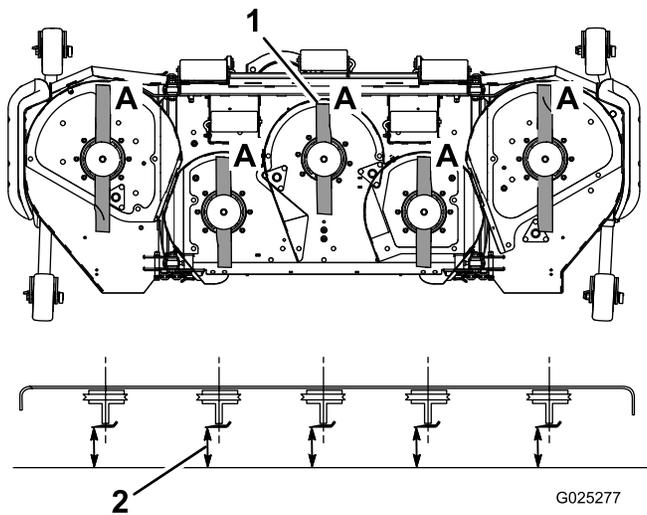

Figura 22
3. Rode as lâminas até as suas extremidades se encontrarem viradas para a frente e para trás (Figura 22). Meça desde uma superfície nivelada até à extremidade de corte, posição **A**, das lâminas (Figura 22). Anote esta medida.